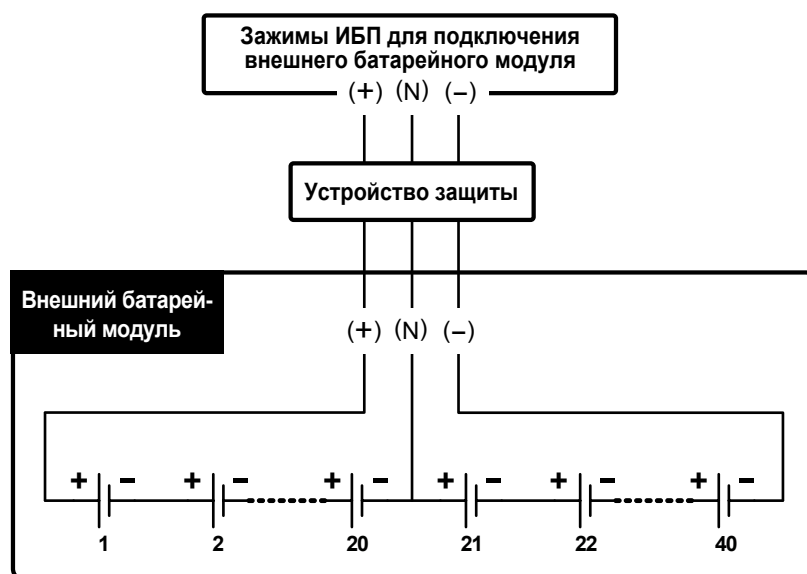

Рис. 6-17. Подключение внешнего батарейного модуля
- Внешний батарейный модуль по умолчанию имеет 40 аккумуляторов 12 В, включенных последовательно, причём нулевой провод модуля следует подключить между 20м и 21м аккумуляторами. При подключении внешнего батарейного модуля сторонних производителей следует подсоединить три кабеля к зажимам с маркировкой «+», «-» и «N» на ИБП. (см. **Рис. 6-17**).